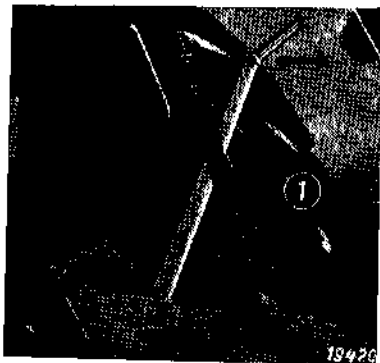

Bild 97
Hebel ① mit der Hand über die federnde Raste nach vorn führen (Bild 97, Pfeil).